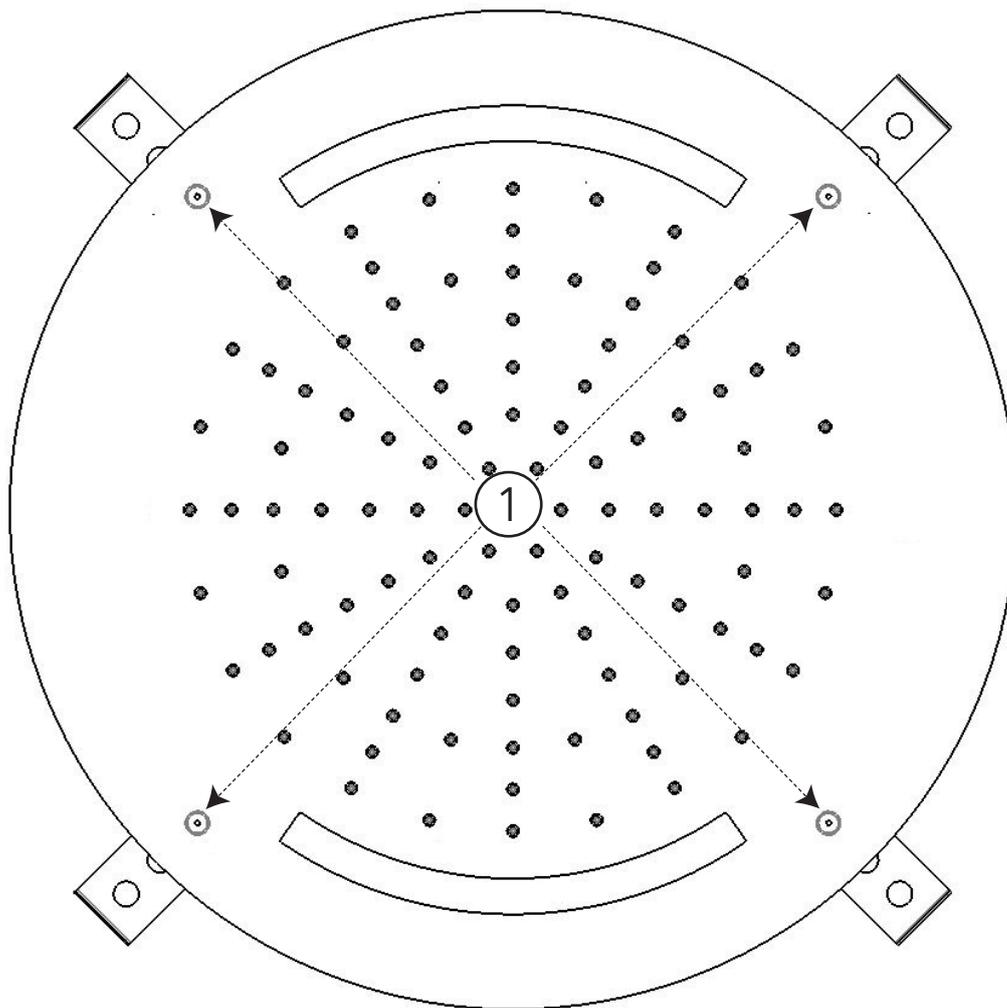

Fig.3
A questo punto siete pronti per rimettere la parte estetica riavvitando le viti (1) di Fig.3.
Now you can place the cover back and tighten the screws (1) in Fig. 3.